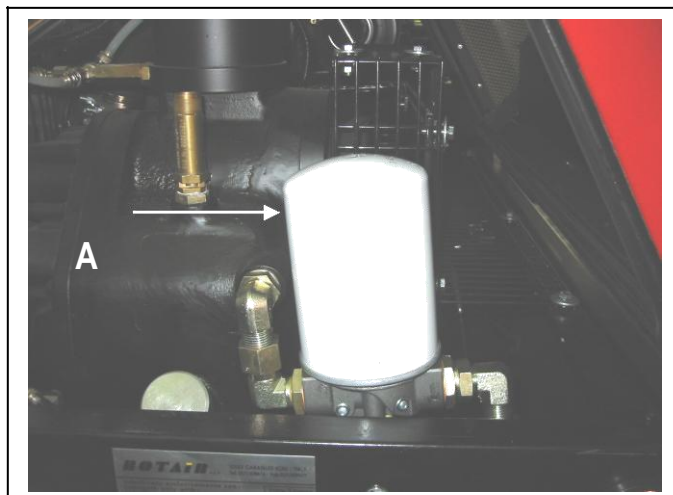

FIG. 19
-- 10.9) ÎNLOCUIRE FILTRU ULEI COMPRESOR (Fig. 19 --
- 4) Deșurubați sau înlocuiți cartușul filtrului de ulei (fig. 19 partea A);